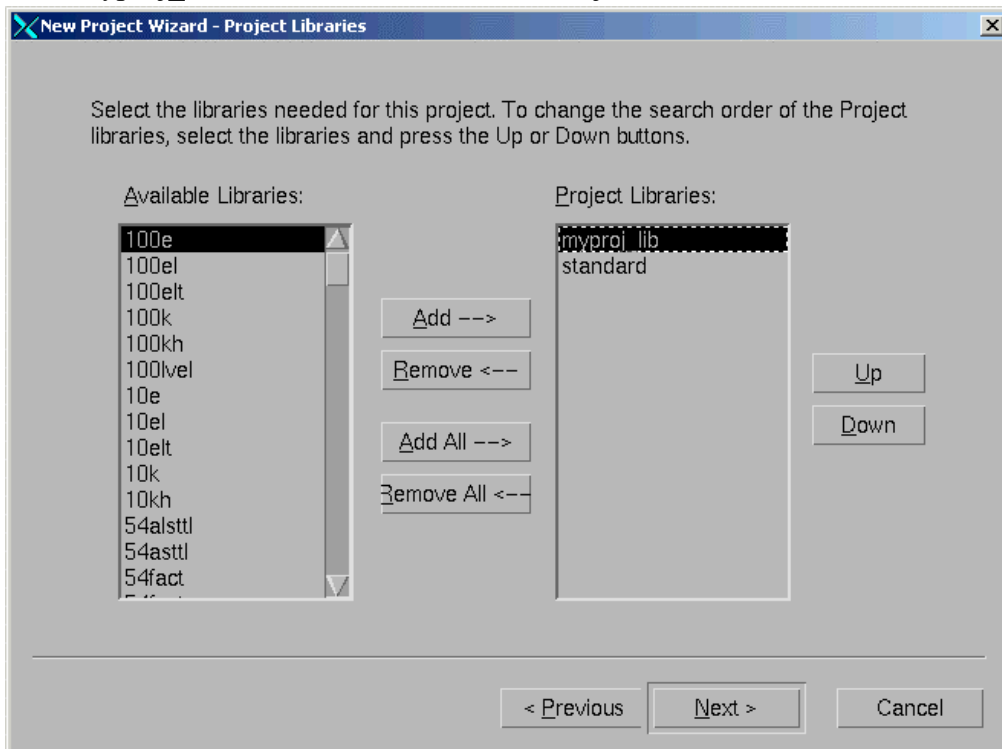

图 2.3
5. 确认 myproj_lib 和 standard 库均出现在 Project Libraries 中，如图 2.3 所示：